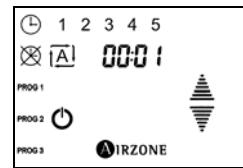

Fig. 29 - Selezione dell'ora finale
- 10) Selezionare con le frecce di selezione i minuti dell'ora iniziale e confermare con una pulsazione sull'icona AIRZONE (Fig. 29).